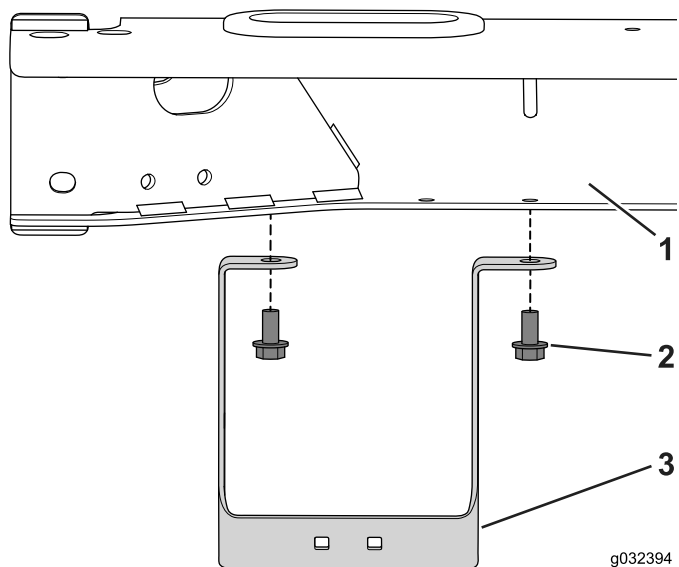

図 17
1. ボルト5/16" x 5/8" 2本を使って、ブラケットをフレームに固定する 図 17。